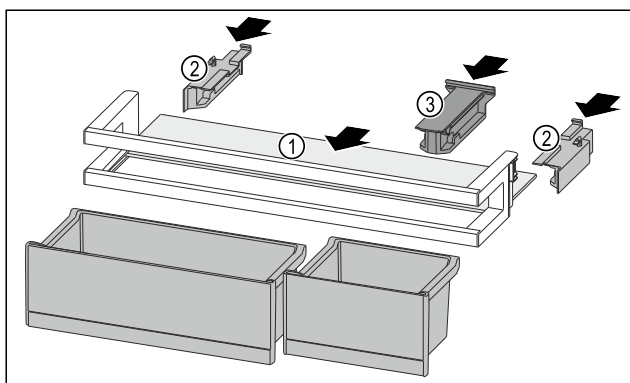

Fig. 94
- ▶ 将搁板 Fig. 94 (1) 推入侧面凹槽。
- ▶ 插入侧面部分 Fig. 94 (2)。
- ▶ 插入定位件 Fig. 94 (3)。